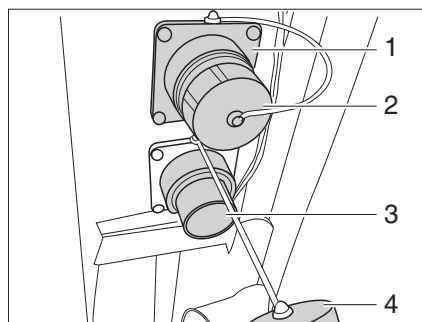

Fig. 219 Bec d'écoulement d'eau et bec d'écoulement des eaux usées
- Dévisser et retirer le cache (Fig. 219,2) du bec d'écoulement d'eau (Fig. 219,1) en tournant d'un quart de tour dans le sens des aiguilles d'une montre.
- Monter un tuyau d'écoulement adéquat sur le bec d'écoulement d'eau (Fig. 219,1) ou poser un récipient approprié sous le bec d'écoulement d'eau.